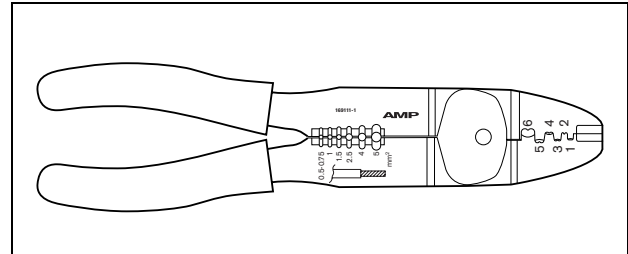

Abbildung 19.10: Tyco-Zange AMP 169111-1
- Tyco-Zange AMP 169111-1 (siehe Abbildung 19.10)